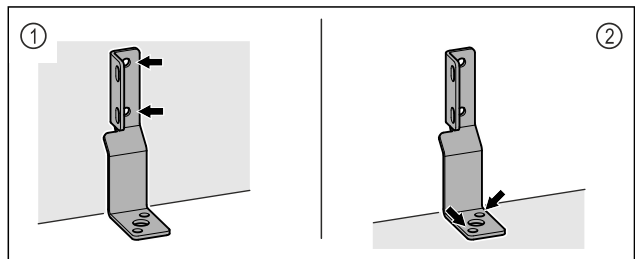

Fig. 6
- ▶ Закріпити кутовий кронштейн на стіні Fig. 6 (1) або на підлозі Fig. 6 (2).